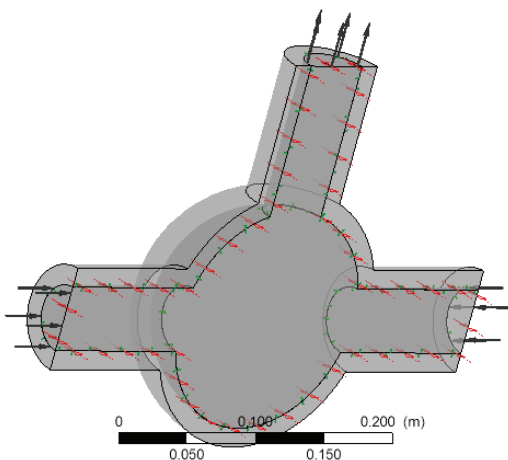

图 24-18 边界条件设置效果
- 1) 前文中边界条件的设置情况如图 24-18 所示, 此时可以准备求解。